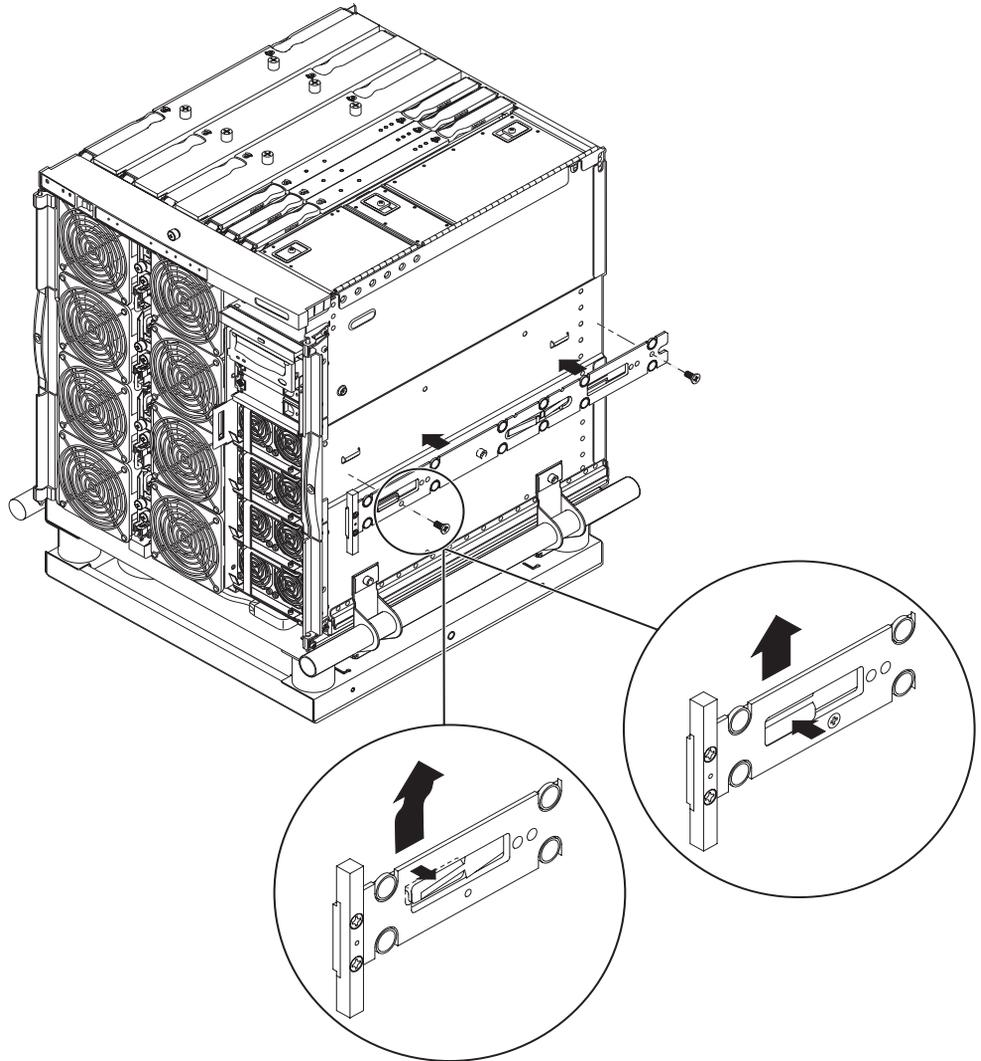

FIGURA 1-3 Pestañas de resorte y muescas
2. Empuje el riel interno hacia arriba hasta que la lengüeta de sujeción situada en el lateral del sistema quede enganchada en las muescas del riel (FIGURA 1-3).